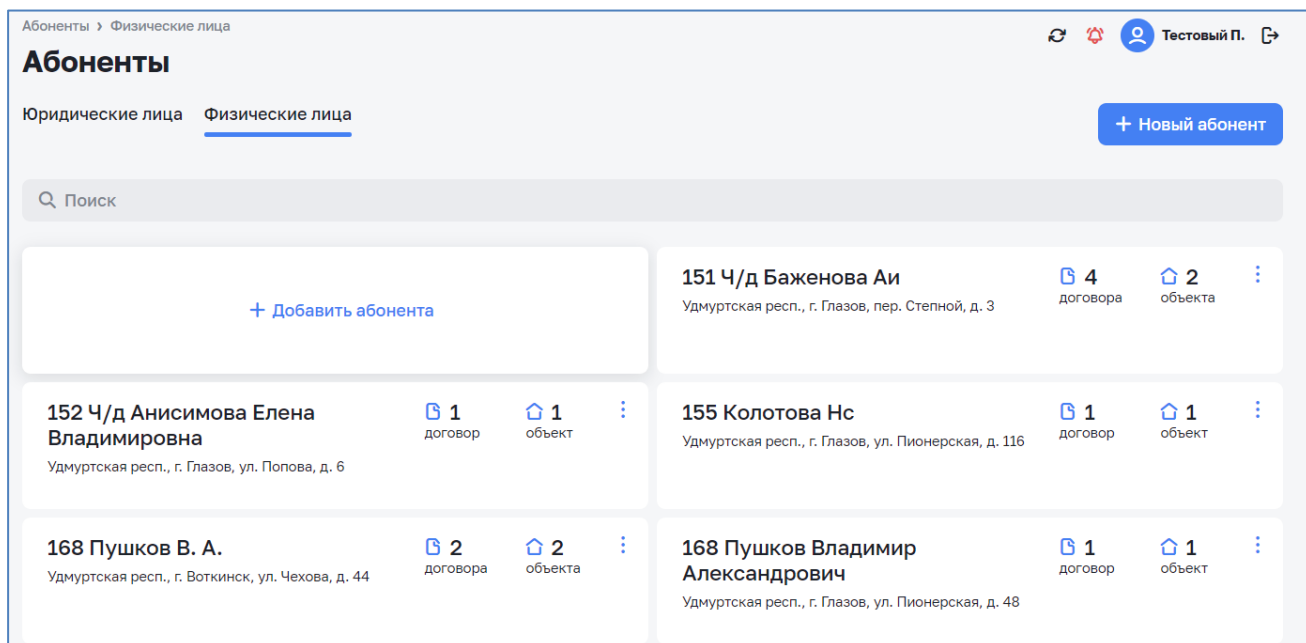

Рисунок 52 – Окно абонентов – физических лиц
- физическими лицами (см. Рисунок 52);